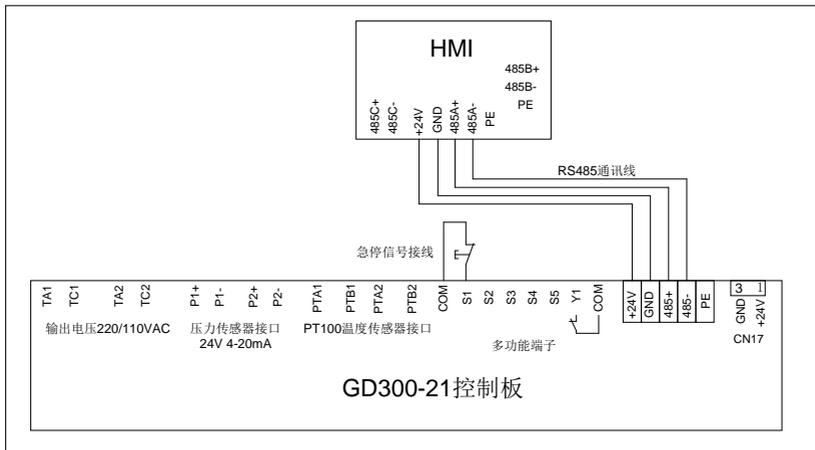

图 B-15 触摸屏标配线缆连接线
**注意：**电源线需按图 B-15 所示，将触摸屏电源接口与 GD300-21 控制板 CN17 连接。